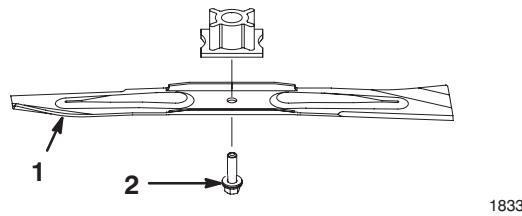

Figure 23
2. Enlevez le boulon de lame et la lame (Fig. 23).